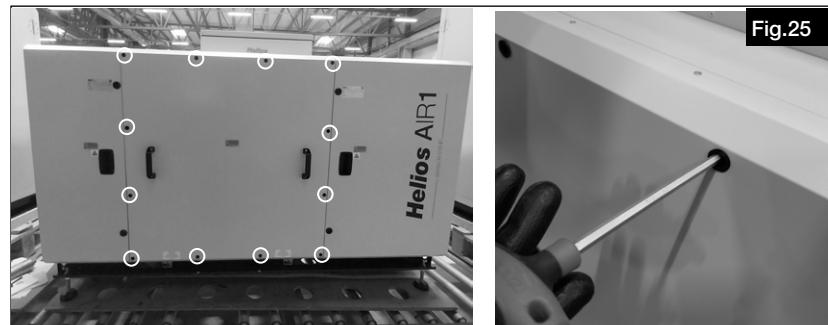

Fig.25
- Ouvrir la porte de service (voir Fig.25).